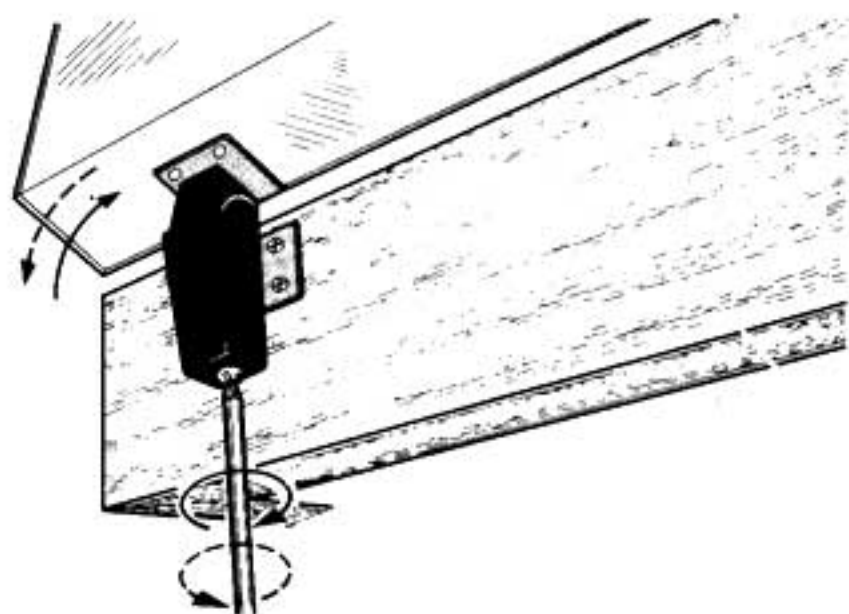

Fig. 13 Abb. 13
- ② The hinges are adjusted at the factory so that the dust cover will stay at approximately 45° when it is opened. To adjust this angle, turn the adjusting screw on the bottom of each hinge, with a Philips screw driver as shown in Fig. 13. Turning the screw clockwise decreases the stop angle, and turning it counterclockwise increases it.
- ② Les charnières sont réglées en usine, de façon que le couvercle antipoussière reste à environ 45° lorsqu'il est ouvert. Pour ajuster cet angle, tournez la vis de réglage sur le fond de chaque charnière avec un tournevis Philips, comme l'indique la Fig. 13. L'angle d'arrêt diminue lorsqu'on tourne la vis dans le sens des aiguilles d'une montre, et il augmente dans le sens inverse.
- ② Die Scharniere sind werksseitig so eingestellt, daß die hochgeklappte Abdeckhaube einen Winkel von 45° bildet. Der Öffnungswinkel kann durch Drehen der Justierschraube an der Unterseite der Scharniere mit einem Schraubenzieher eingestellt werden (siehe Abb. 13). Der Öffnungswinkel verkleinert sich bei Drehen der Schraube im Uhrzeigersinn und vergrößert sich bei Schraubendrehung in entgegengesetzter Richtung.